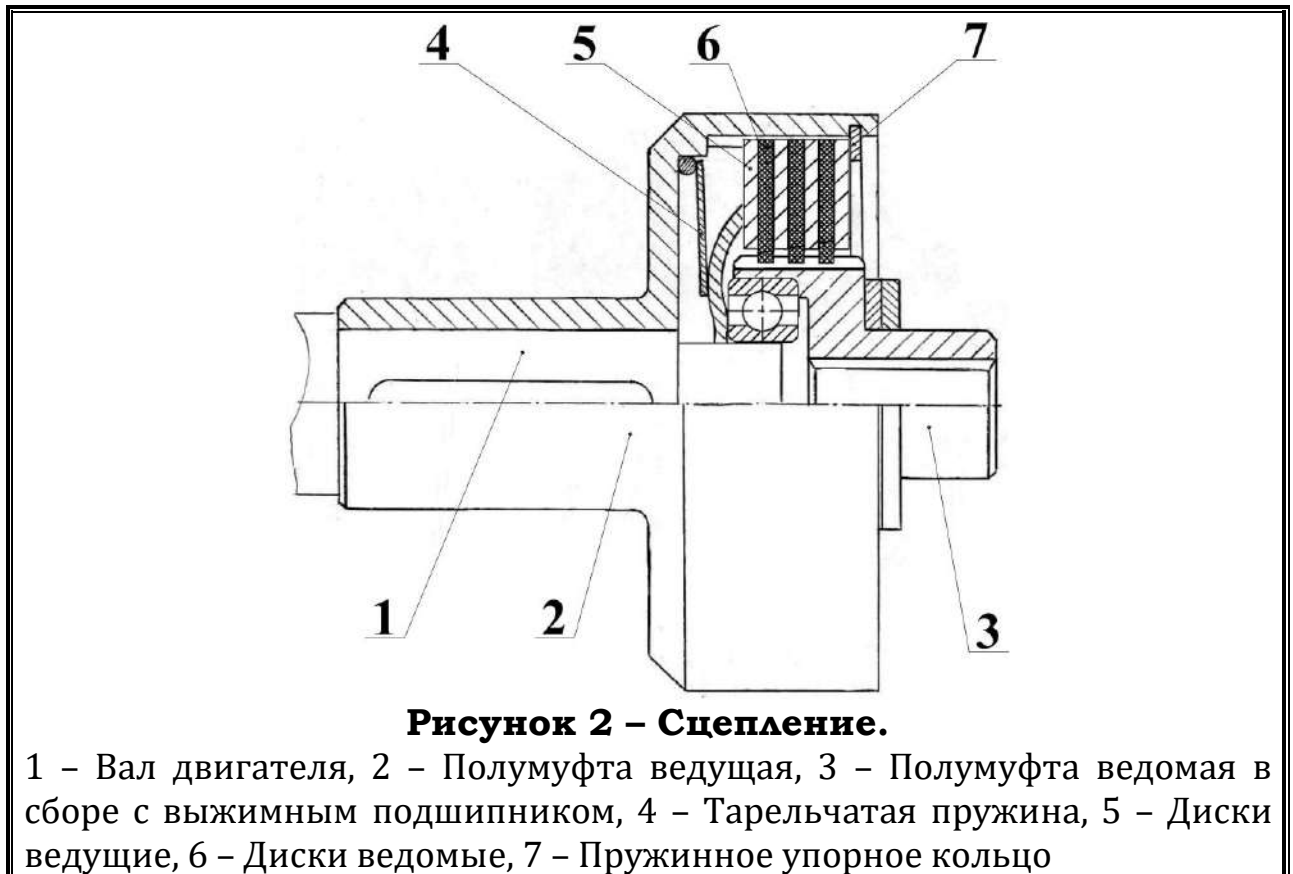
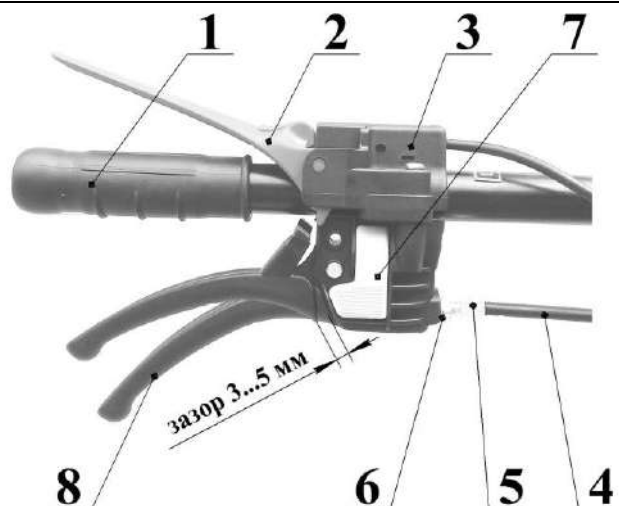
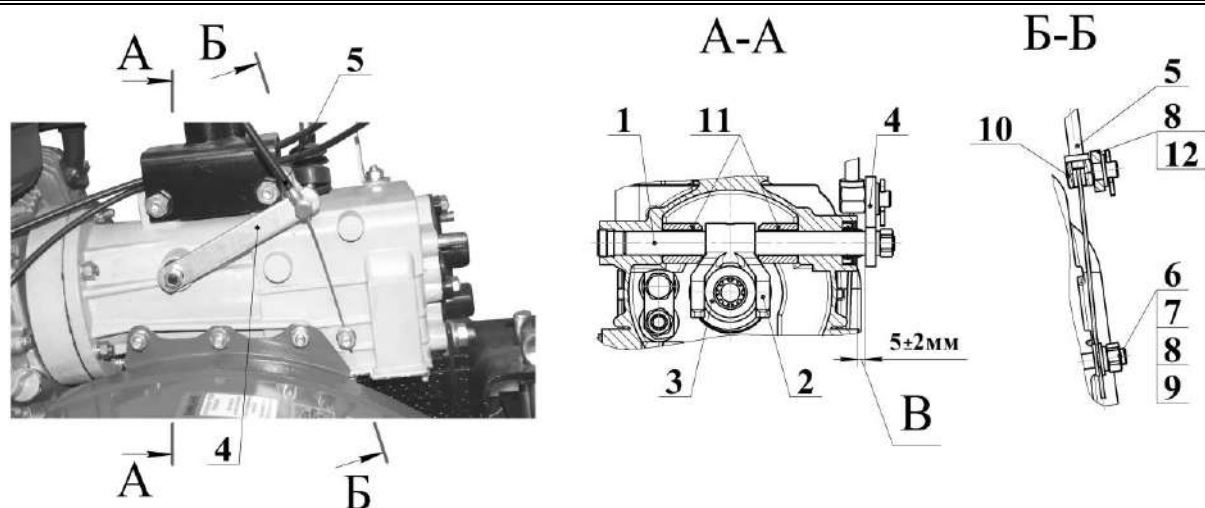

Рисунок 2 – Сцепление.
Рисунок 3 – Рукоятка руля левая
Рисунок 4 – Коробка передач. Положение рычага сцепления
Сцепление состоит из следующих основных частей: полумуфты ведущей **2** (рисунок 2), полумуфты ведомой в сборе с выжимным подшипником **3**, тарельчатой пружины **4**, дисков ведущих **5**, дисков ведомых **6**, пружинного упорного кольца **7**.
При отпущенном рычаге сцепления **8** (рисунок 3) тарельчатая пружина **4** (рисунок 2) сжимает пакет дисков, ведущих и ведомых, набранных поочередно. За счёт трения между дисками, ведущими и ведомыми, осуществляется связь двигателя с коробкой передач.
При нажатии на рычаг сцепления **8** (рисунок 3) усилие с помощью троса **4** сообщается наружному концу рычага выключения сцепления **4** (рисунок 4). Поворачиваясь вместе с осью **1**, вилка сцепления **2** (рисунок 4) через полумуфту ведомую **3** (рисунок 2) и выжимной подшипник сжимает диафрагменную пружину, ведомые диски освобождаются от ведущих и тем самым прекращается передача вращения от двигателя к коробке передач.
1.2.2.1.6 Механизм выключения сцепления состоит из: оси, выведенной наружу из корпуса коробки, вилки сцепления **1** (рисунок 5), рычага выключения сцепления **8** (рисунок 3). Вилка сцепления закреплена на оси и упирается в торец полумуфты ведомой **3** (рисунок 2) через радиальный подшипник.
Рычаги управления установлены на руле и состоят из: рычага «Стоп» 2 (рисунок 3), рычага сцепления 8, троса сцепления 4, рычага газа 2 (рисунок 10).
Рычаг «Стоп» и рычаг сцепления представляют собой сборную конструкцию и установлены на левой рукоятке руля (рисунок 3). Рычаг «Стоп» в нормальном (отжатом) положении воздействует на выключатель, соединенный проводом с магнето двигателя, и замыкает зажигание на «Массу» (запуск и работа двигателя возможна только при нажатой ручке).
Рычаг сцепления 8 (рисунок 3) служит для отключения сцепления, при помощи троса 4 установленного на рычаге. Второй конец троса соединён с рычагом выключения сцепления 4 (рисунок 4) и
застопорен с помощью шпильки 6, шайб 8 и 9 и гайки 7. В нажатом положении рычаги 2 и 8 (рисунок 3) могут быть застопорены фиксатором 7, установленным на кронштейне рычага сцепления (для запуска двигателя). На кронштейне рычага имеется регулятор свободного хода, представляющий полый болт 5, через который проходит трос сцепления. Оболочка троса 4 с одной стороны упирается в полый болт 5 (рисунок 3), а с другой стороны в упор троса сцепления 10 (рисунок 4) расположенный на рычаге 4.
Выворачивая болт 5 (рисунок 3), можно уменьшить свободный ход рычага. Болт стопорится контрящей гайкой 6.
1) В случае ослабления троса его необходимо подтянуть. Для этого необходимо отвернуть гайку 7 (рисунок 4), натянуть трос и вновь затянуть гайку 7, при этом зазор В между рычагом и бонкой на корпусе коробки передач должен быть в пределах 5 ± 2 мм. После этого можно производить регулировку сцепления с помощью болта 5 (рисунок 3).
2) Категорически запрещается выдвигать вилку 1 (рисунок 4) с рычагом 4 из корпуса коробки передач, так как это приведёт к выходу из зацепления кулачков вилки 2 с полумуфтой сцепления 3